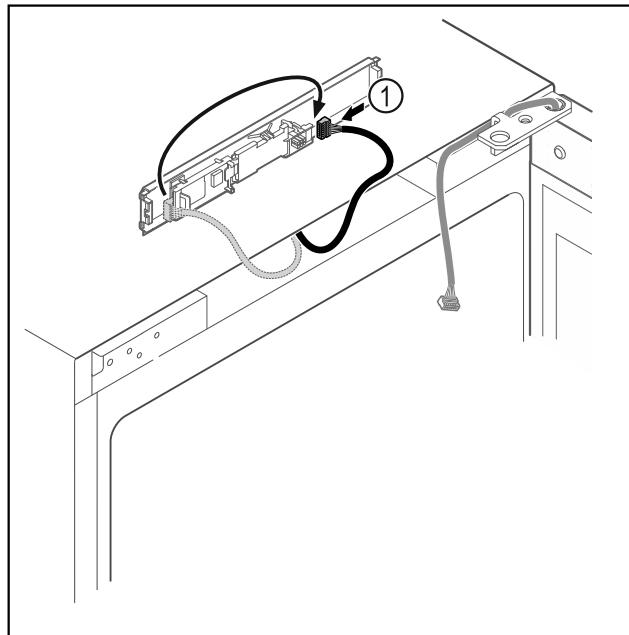

Fig. 20
- Μεταφέρετε το φις Fig. 20 (1) στην πλακέτα.